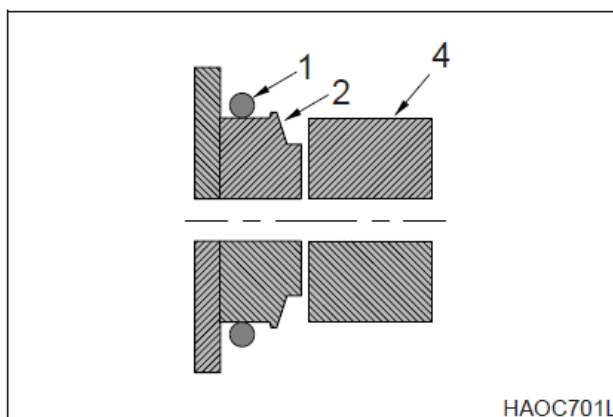

Рис. 102
3. Снять старое уплотнительное кольцо и временно установить новое (1, рис. 102) на выступ ковша (2). Убедиться, что канавка уплотнительного кольца на звене подвески ковша (4) и на выступе очищены.